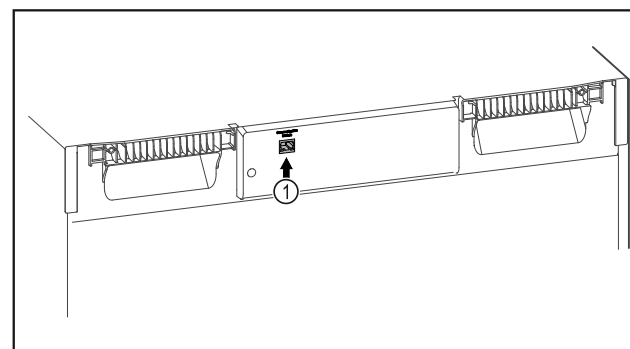

Fig. 116
- Το SmartModule Fig. 116 (1) χρησιμοποιείται.